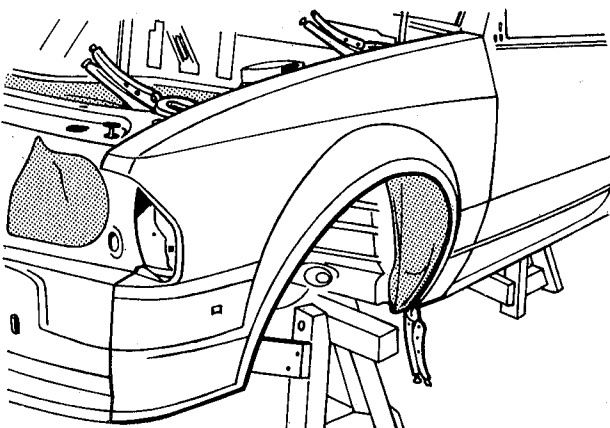

fig. 71
3. Posicionar o pára-lama, fixando-o com grampos (fig. 71)